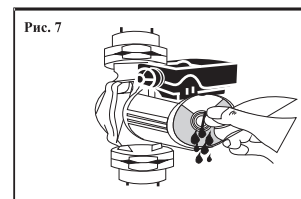

Рис. 7
- Удаление воздуха из насоса осуществляется вручную: ослабьте заглушку, но не отвинчивайте до конца [рис. 7].